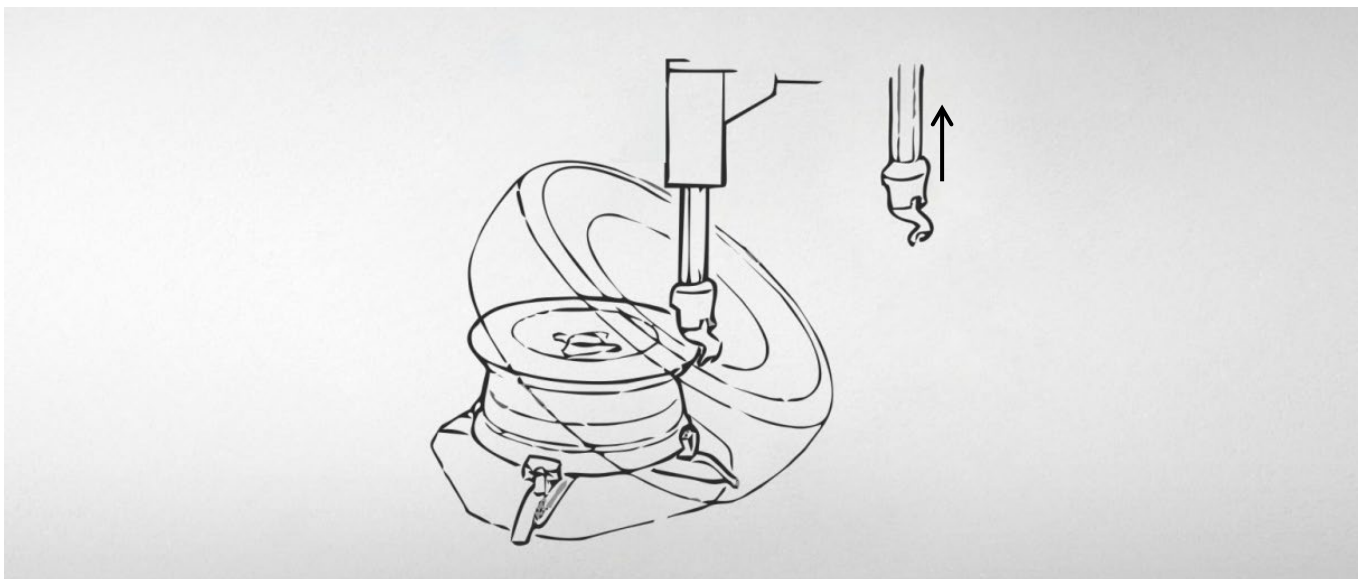

Рисунок 35
- Установите шину на диск под углом (см. Рисунок 35) и, повернув рычаг фиксатора, перевести монтажную головку в рабочее положение.